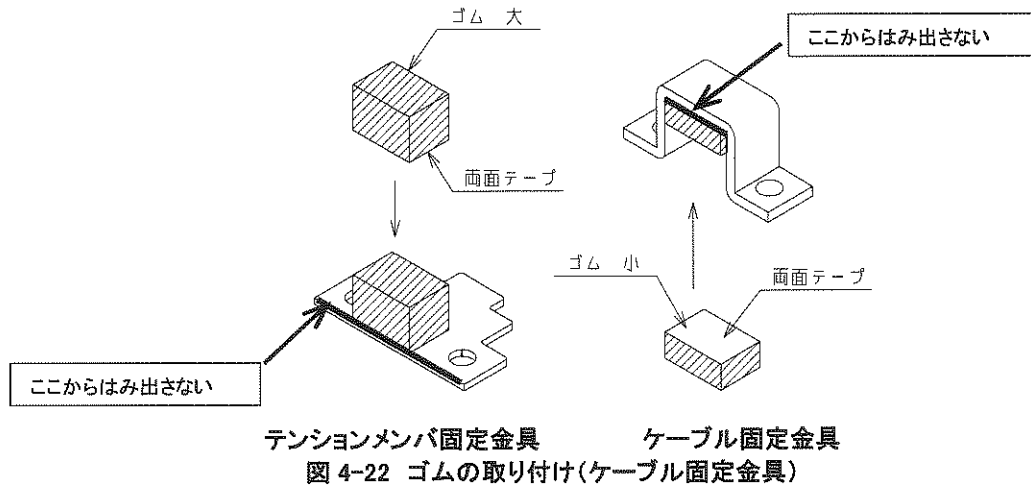

図 4-22 ゴムの取り付け(ケーブル固定金具)
- 本製品より取り外したテンションメンバ固定金具を反転させゴム(大)(付属品⑩)を貼り付け、ケーブル固定金具(付属品⑧)にゴム(小)(付属品⑩)を貼り付けて下さい。このときゴムがテンションメンバ固定金具およびケーブル固定金具からはみ出さないように、金具の端面に沿って取り付けして下さい。(図 4-22 参照)